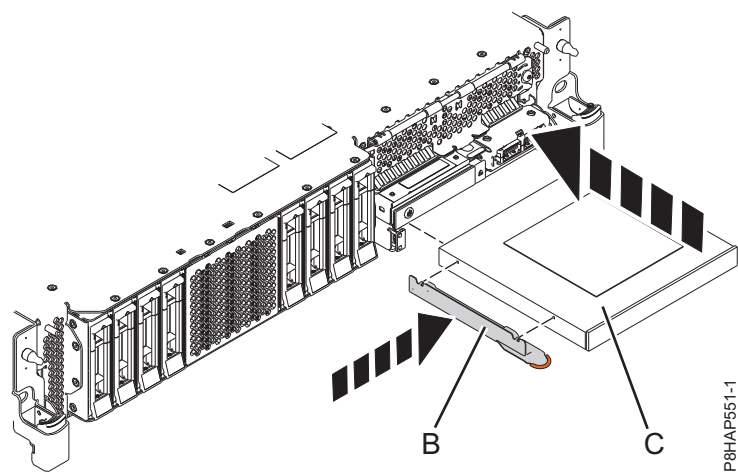
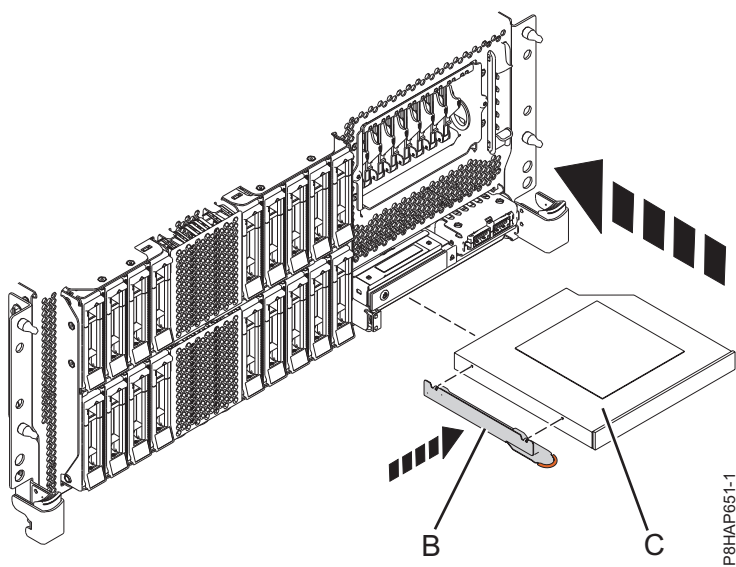
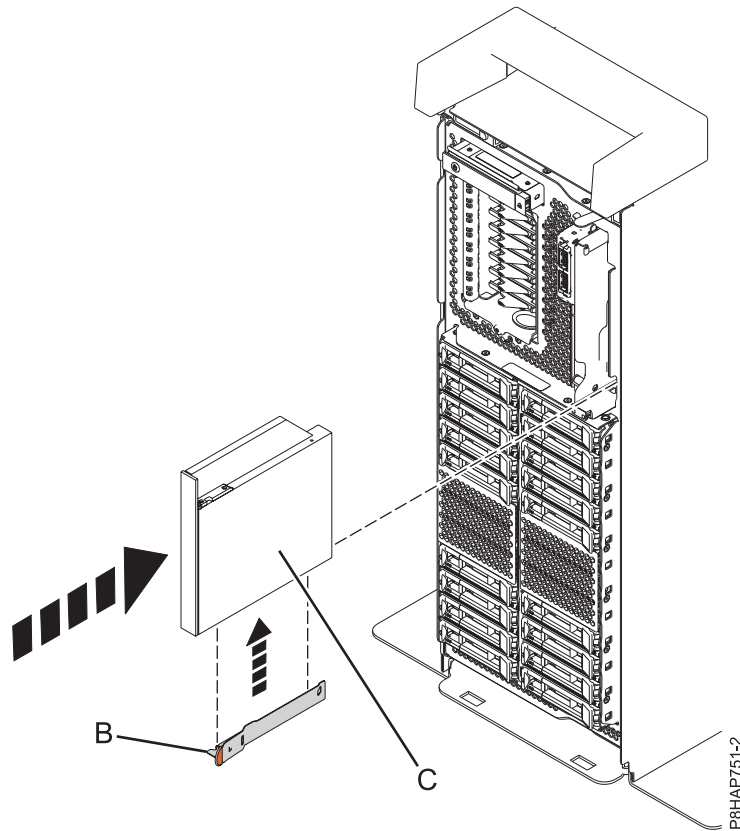

図 16. 5148-21L、5148-22L、 8247-21L、8247-22L、8284-21A、または 8284-22A システムへのスリムライン・メディア・デバイスの取り付け
図 17. ラック・マウント型 8247-42L、8286-41A、または 8286-42A システムへのスリムライン・メディア・デバイスの取り付け
図 18. スタンドアロン型システムへのスリムライン・メディア・デバイスの取り付け
5. 5148-21L、5148-22L、8247-21L、8247-22L、8284-21A、または 8284-22A システムについては 23 ページの図 16 を、8247-42L、8286-41A、または 8286-42A システムについては 23 ページの図 17 を、また、スタンドアロン型 8286-41A システムについては 24 ページの図 18 を参照してください。
6. スリムライン・メディア・デバイス (C) とスリムライン・メディア・ベイを位置合わせし、デバイスの底面を支えながら、スライドさせて半分だけシステム装置に挿入します。
8284-21A または 8284-22A システムについては 23 ページの図 16 を、ラック・マウント型 8247-42L、8286-41A、または 8286-42A システムについては 23 ページの図 17 を、また、スタンドアロン型 8286-41A システムについては 24 ページの図 18 を参照してください。